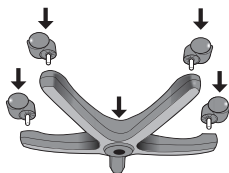

Fig. 1
1. Inserte las 5 ruedas en la base de plástico negro. Las ruedas emitirán un sonido "clíc" al encastrarse, Fig 1. Suavemente tire de cada una para verificar que hayan trabado completamente. Gire la base hacia las ruedas.